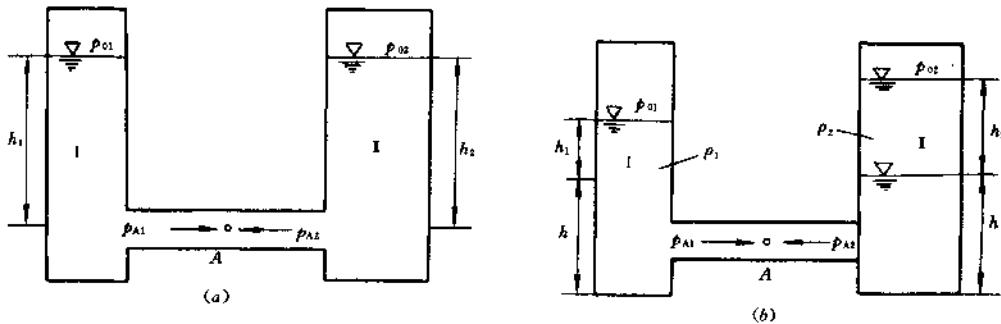

图 2-4 连通器内液体的平衡
1. 如图 2-4 (a) 所示，在连通器的两个容器 I、II 内，注入同种液体，即  $\rho_1 = \rho_2$ ，液面上气体压强相等，即  $p_{01} = p_{02}$ 。当液体平衡时，两个容器内的液面高度一定相等，即  $h_1 = h_2$ 。证明如下：
2. 如图 2-4 (b) 所示，在连通的容器 I、II 内注入两种不同液体，且  $\rho_1 > \rho_2$ ，而液面压强相等，即  $p_{01} = p_{02}$ ，当液体平衡时，则有：